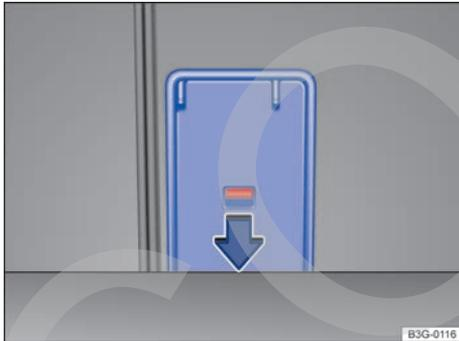

Fig. 214 En el maletero: apertura de la trampilla para cargas largas.
- **O BIEN:** para abrir la trampilla desde el maletero, presione la palanca de desbloqueo hacia abajo, en el sentido de la flecha → fig. 214, y la tapa hacia delante.